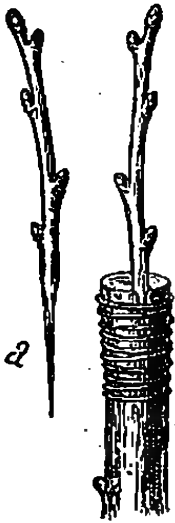

Fig. 290, 291. — Greffe en fente ordinaire : a, greffon.
6. Greffe en fente. — Dans la greffe en fente (fig. 290, 291), on coupe la tige du sujet, puis on fend légèrement la partie restée en terre. Dans cette fente, on introduit le *greffon* taillé en biseau, en faisant coïncider les écorces, puis on lie le tout et on recouvre la plaie de *mastic à greffer*.